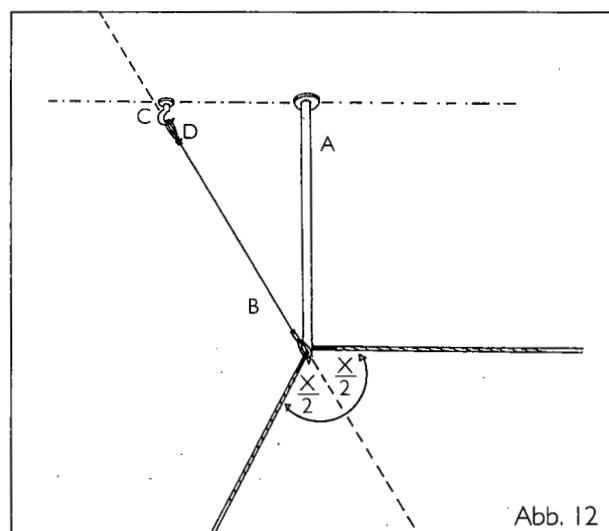

Abb. 12
Bohren Sie für den Haken (C) mit einem 8-mm-Steinbohrer exakt senkrecht ein mindestens 4 cm tiefes Loch und bringen Sie den Haken (C) auf der Verlängerung der gedachten Winkelhalbierenden an (Theorie klingt schwierig, Praxis ist einfach: Skizze). Hängen Sie die Seilschlaufe mit dem Schraubníppel in den Haken und legen Sie die rote Seilschlaufe in die Einkerbung des Deckenstabes (Abb. 12). Lösen Sie die Schraube des Verstellnippels und spannen Sie das Stahlseil so, daß der Deckenstab exakt senkrecht zur Decke steht und ein Umknicken oder Umbiegen des Stabes verhindert wird. Ziehen Sie die Schraube des Verstellnippels wieder fest.